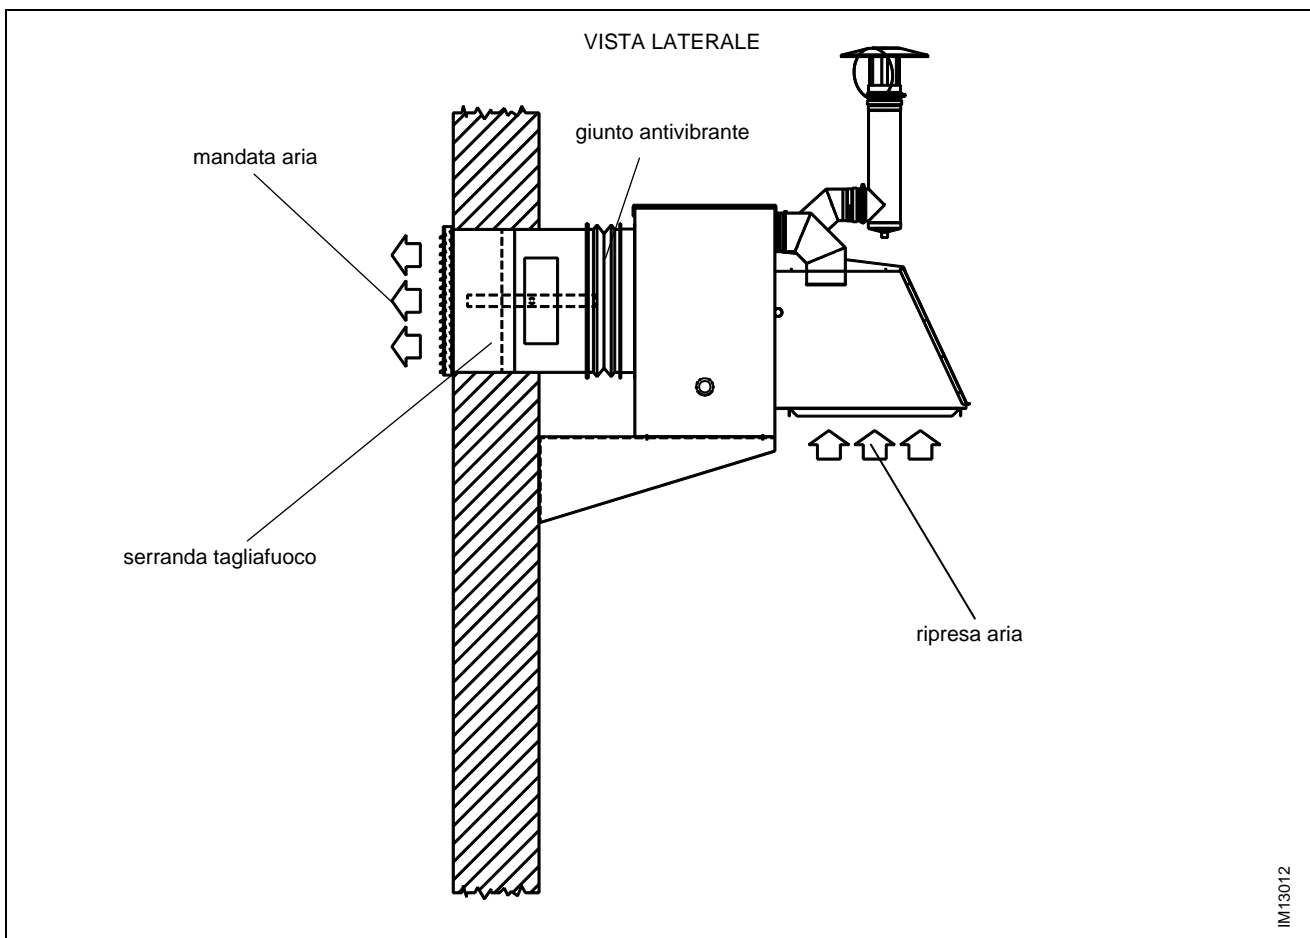
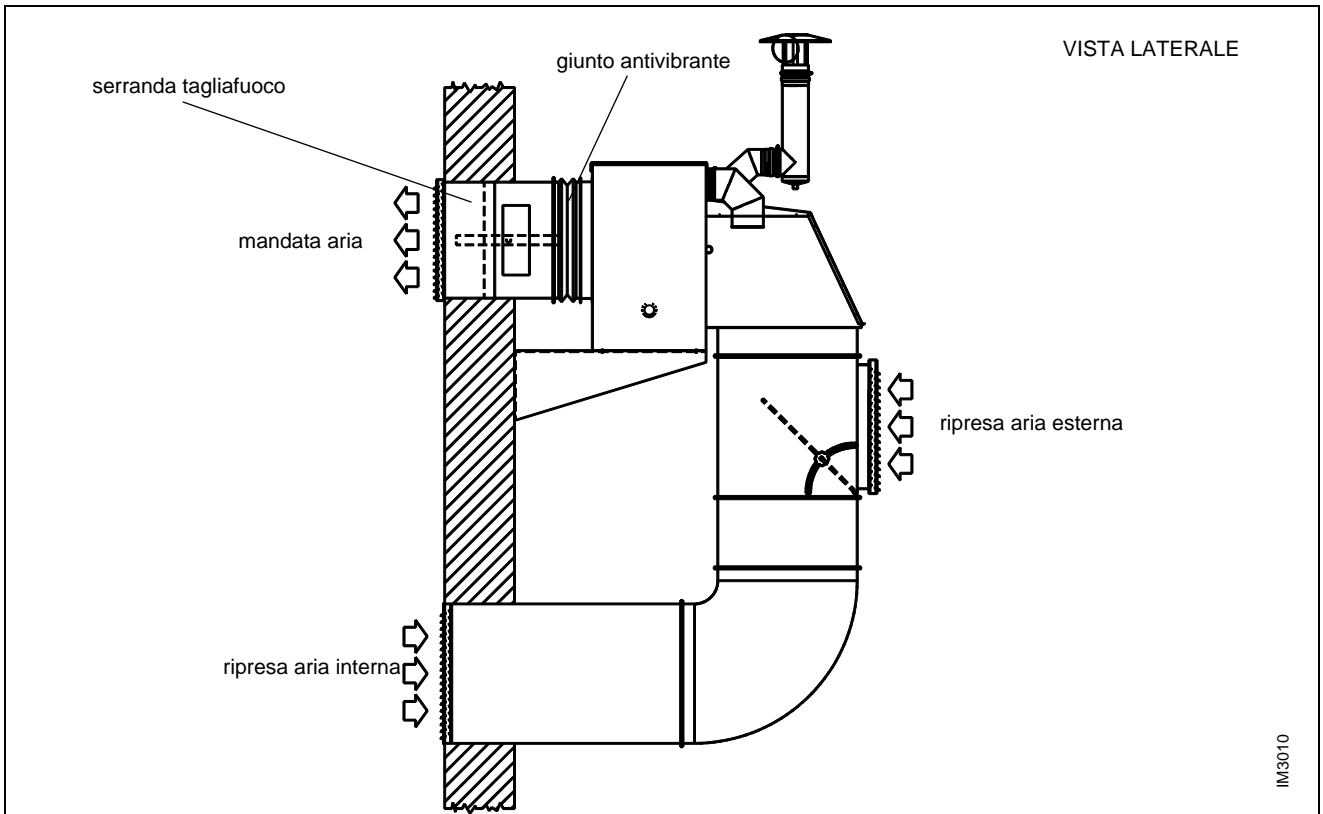

Figura 6 – ESEMPIO DI INSTALLAZIONE A PARETE CON TOTALE RIPRESA ESTERNA
Figura 7 – ESEMPIO DI INSTALLAZIONE A PARETE CON PARZIALE RIPRESA D'ARIA INTERNA
- L) Se richiesto installare sulla condotta d'aria che attraversa la parete dell'edificio una serranda tagliafuoco REI 120 con fusibile tarato a 80°C (vedi Figura 6 e Figura 7).